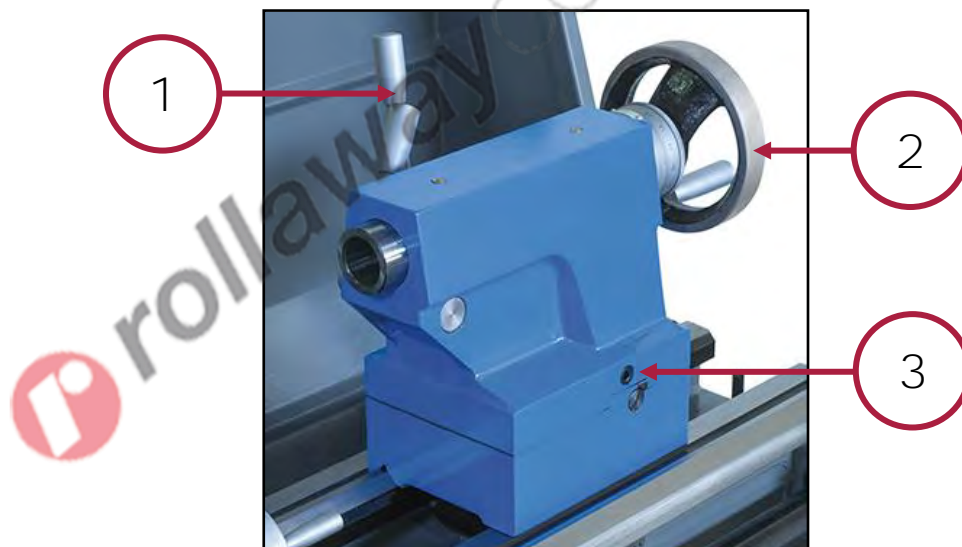

Figura 28 - Leva e volantino della contropunta.
Sulla contropunta vi sono i comandi manuali (leve, volantini e viti) che ne consentono la regolazione fine e l'avanzamento (vedere la Figura 28).
(1) Leva di bloccaggio del canotto: La leva permette il bloccaggio del canotto della contropunta (si trova nel lato non visibile dalla Figura 28)
(2) Volantino spostamento longitudinale del canotto: Il volantino permette lo spostamento longitudinale, a destra e a sinistra, del canotto della contropunta. Per spostare a sinistra il canotto (verso il mandrino), ruotare il volantino in senso orario, viceversa per spostare a destra il canotto, ruotare il volantino in senso antiorario.
(3) Vite di regolazione trasversale della contropunta: La vite permette la regolazione per la centratura trasversale della contropunta. Per spostare avanti la contropunta (allontanandola dall'operatore), ruotare la vite in senso orario, viceversa per spostare indietro la contropunta (avvicinandola all'operatore), ruotare la vite in senso antiorario.